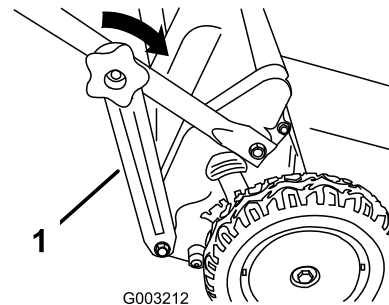

Bild 6
5. Befestigen Sie die Griffhalterungen (Bild 6) an den Seiten des unteren Griffs.